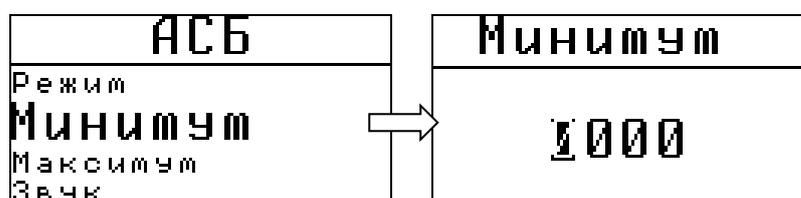

Рис.4-2 Установка минимальной границы АСБ
**Шаг 2.** Выберите пункт МИНИМУМ в меню УСТАНОВКИ (рис.4-2) и нажмите кнопку .